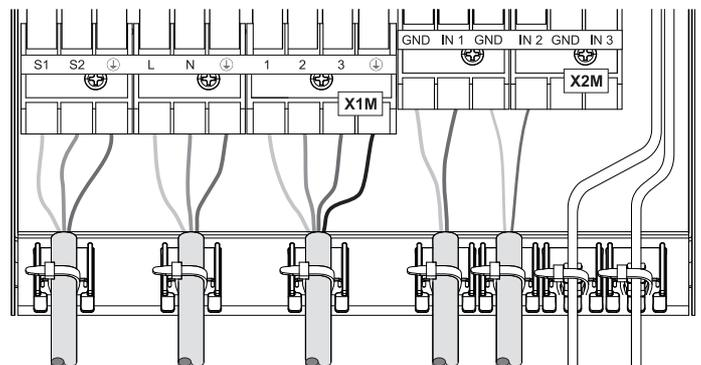

Fig. 4-8 Soulagement de contrainte par tyrap
- Pour tous les câbles raccordés à DAIKIN EKHP, il faut que, dans le boîtier de la régulation, soit assuré une décharge de traction efficace à l'aide d'un attache-câbles (fig. 4-8 - fig. 4-10).